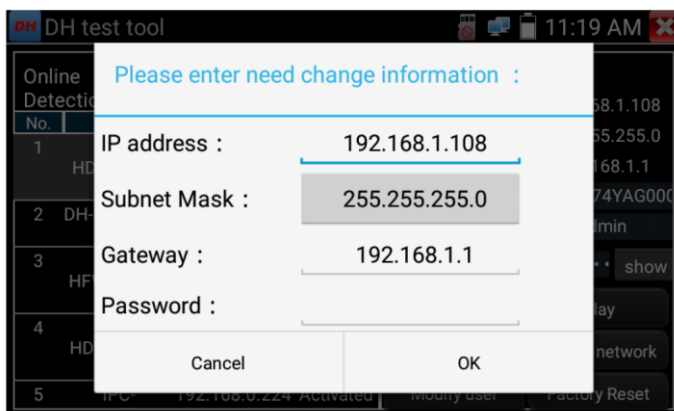

Рис. 125 Изменение сетевых настроек
5. Для изменения сетевых параметров нажмите кнопку «Изменить сетевые параметры» (Modify network). Здесь можно задать IP адрес, маску подсети и шлюз, рис. 125